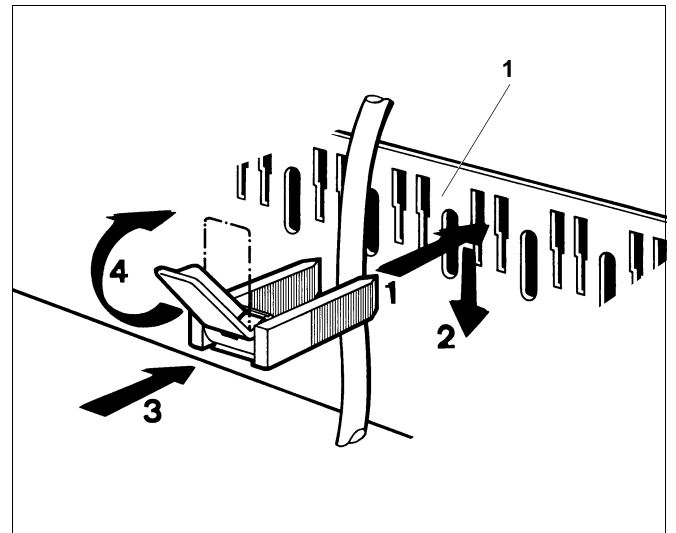

Abb. 16 Leitung mit Kabelschelle sichern
- Kabelschelle mit eingelegter Leitung von oben in die Schlitz des Schellenrahmens (Abb. 16, **Pos. 1**) einsetzen; der Steg des Hebels muss dabei nach oben zeigen (Abb. 16, Schritt 1).
- Kabelschelle herunterschieben (Abb. 16, Schritt 2).
- Gegendrücken (Abb. 16, Schritt 3).
- Hebel nach oben umlegen (Abb. 16, Schritt 4).